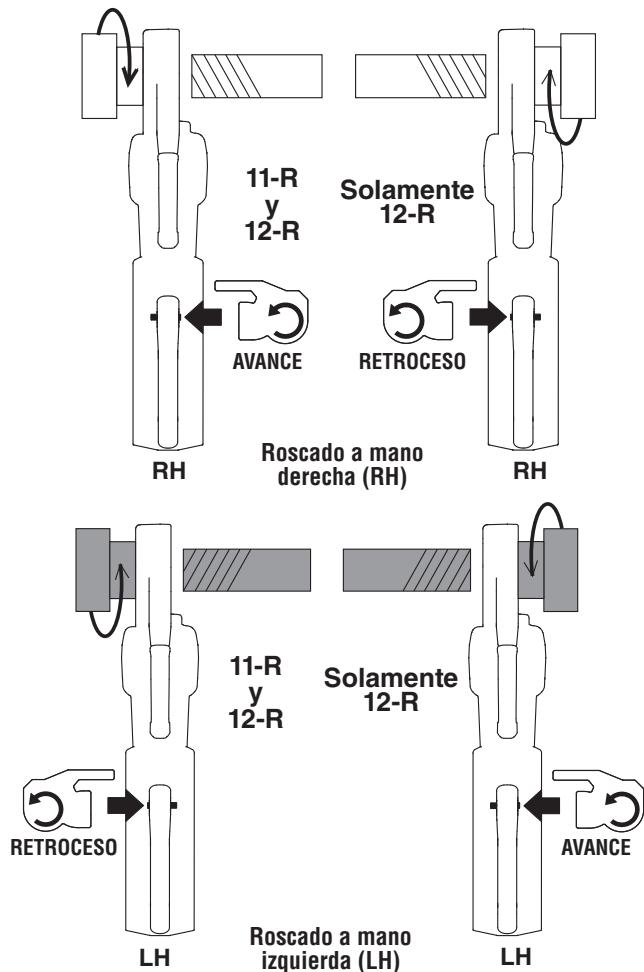

Figura 9 – Orientación del interruptor corredizo de avance y retroceso en el cabezal roscador.
- 7. Coloque el interruptor corredizo F/R del accionamiento motorizado en posición de avance o de retroceso, según quiera una rosca a mano derecha o a mano izquierda. Vea la Figura 9.
- a. Deslice el interruptor corredizo hacia la posición de rotación en avance (F). Cuando se coloca la terraja desde el lado izquierdo (frente) de la máquina, esto produce roscas a mano derecha.